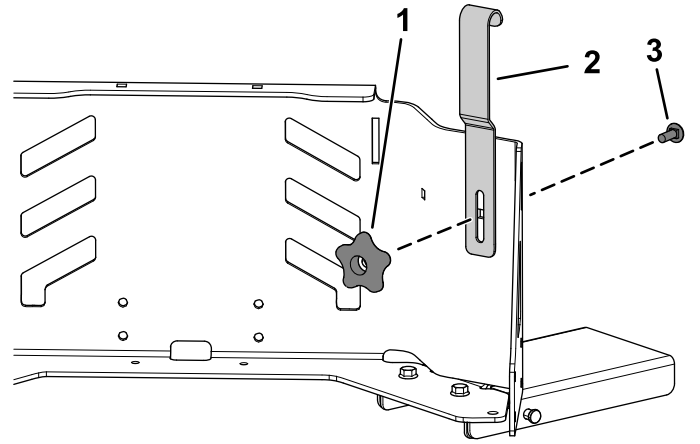

**Figure 1**
1. Fixez le support au carénage du moteur à l'aide de 2 boulons à embase (5/16" x 3/4") et 2 écrous à embase (5/16"), comme montré à la Figure 1.